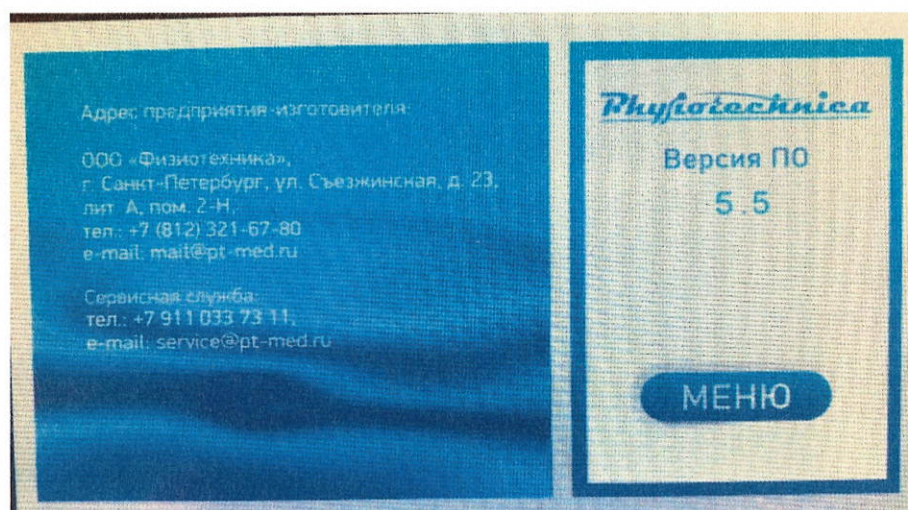

Рис. 27. Раздел «Информация»
9.3 В разделе «Информация» (Рис. 27) отображается сервисная информация и контакты завода-изготовителя.